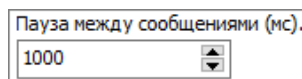

Рисунок 8-183 Пауза между сообщениями
- установить паузу между сообщениями – интервала между озвучиванием различных событий (см. Рисунок 8-183). Паузы между повторениями одного сообщения по умолчанию соответствуют данному параметру, но могут быть переопределены вызывающей стороной;